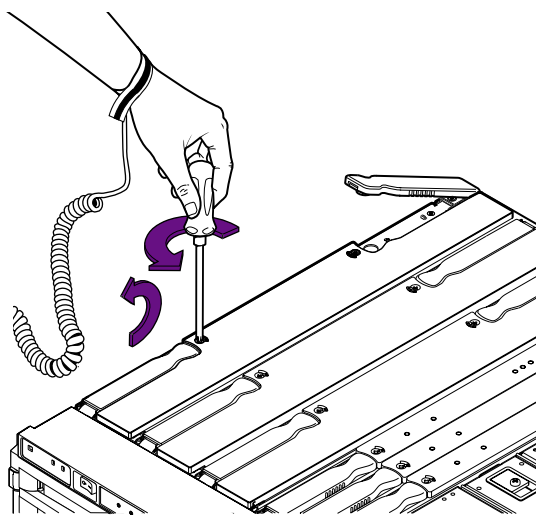

図 9-3 CPU/メモリーボードの取り外しレバーのロック解除
8. プラスのねじ回し (Phillips の 2 番) を使用して、CPU/メモリーボードの取り外しレバーのロックを解除します (図 9-3)。